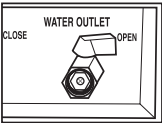

Fig. 7
- 2. Abra (posición “OPEN”) la válvula de desagüe (“WATER OUTLET”) para vaciar la cuba (Fig. 7).